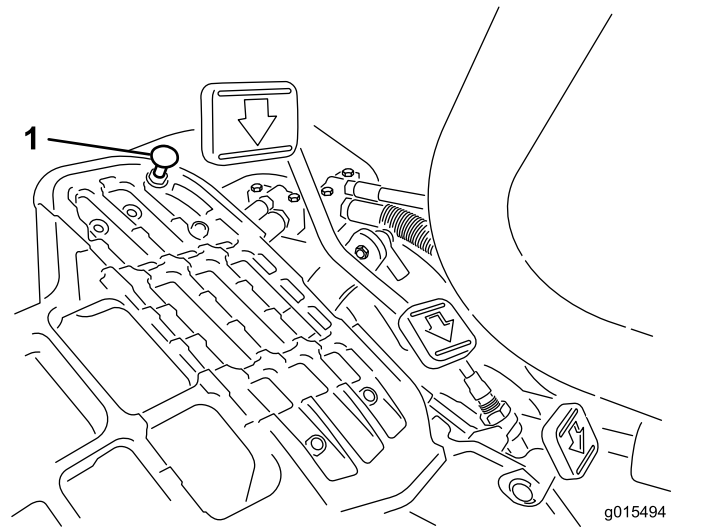

图48
向下踩驱动踏板。如果在拉线感到张紧力之前、踏板接触到限位器图48、则需要进行调整
1. 松开将踏板限位器固定到底板上的凸缘头锁紧螺母图48。